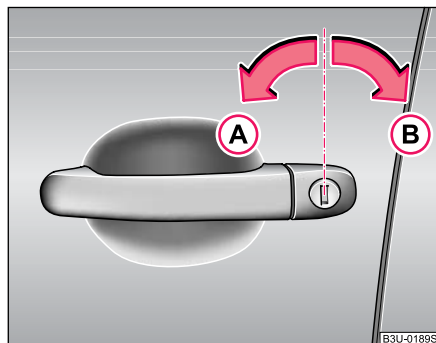

Fig. 22 Rotations de la clé pour ouvrir et fermer
- Tournez la clé dans la serrure de la portière conducteur vers la gauche pour la mettre sur la position d'ouverture **(A)** ⇒ fig. 22.
- Tournez la clé dans la serrure de la portière conducteur vers la droite sur la position de fermeture **(B)** ⇒ fig. 22.